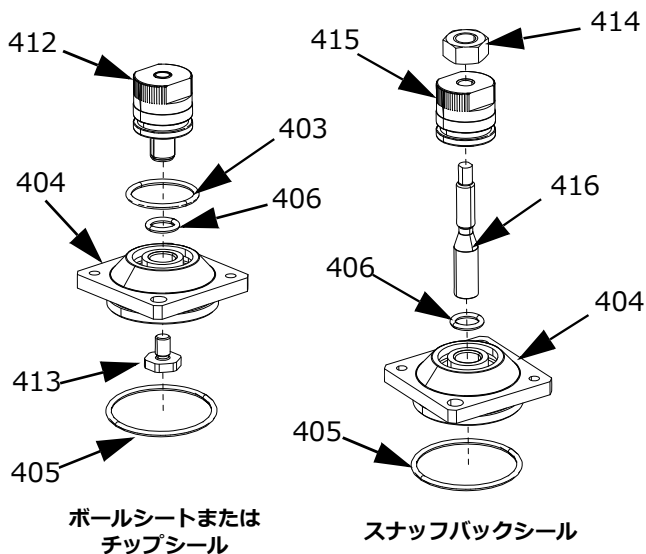
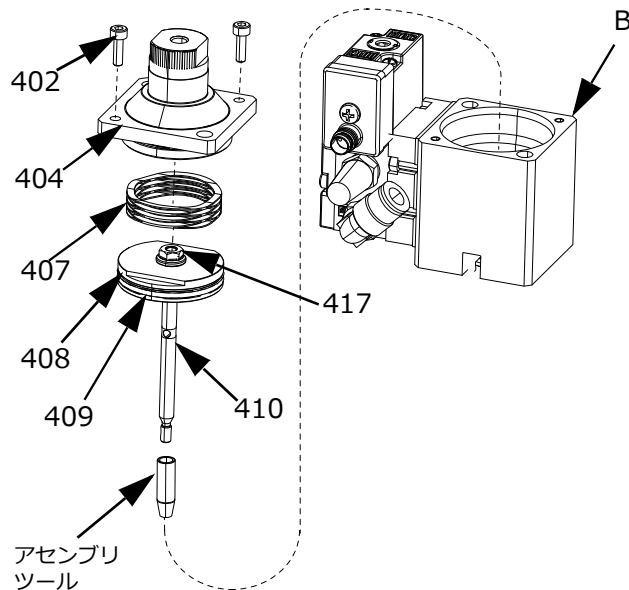

図 21
図 22
1. ボールシートまたはチップシールのアセンブリのあるバルブでエアシリンダーキャップ (404) のアセンブリを行うには：
- a. O リング (403) をノブアセンブリ (412) に取付けます。O リング (406) をエアシリンダーキャップ (404) に取付けます。図 21。
- b. ノブアセンブリ (412) の O リング (403) にグリースを塗って、エアシリンダーキャップ (404) にネジで固定します。図 21。
- c. 付属の青い嫌気性接着剤をアジャスターストレッド (413) に塗布し、ノブアセンブリ (412) にねじ込みます。8-10 in-lbs (0.90 - 1.2 N•m) のトルクで締めます 図 21。
2. スナッフバックチップアセンブリのあるバルブでエアシリンダーキャップ (404) のアセンブリを行うには：
- a. O リング (406) をエアシリンダーキャップ (404) に取付けます。ロッドアダプタ (416) をエアシリンダーキャップ (404) に挿入してください。図 21。
- b. O リング (405) をエアシリンダーキャップ (404) に取付けます。図 21。
- c. ノブアセンブリ (415) とロックナット (414) をロッドアダプタ (416) ヘネジで留めます。図 21。
3. ボールシートまたはチップシールのアセンブリのあるバルブでエアセクション (B) のアセンブリを行うには：
- a. ひっかき傷、カット、摩耗がある場合、ピストン O リング (408) を交換してください。図 22。
- b. ピストンロッド (410) のチップにアセンブリツールを施してから、エアセクション (B) を挿入してください。図 22。
- d. ピストン (409) の上部にスプリング (407) を取付けてください。図 22。エアシリンダーキャップ (404) を交換し、ネジ (402) を挿入してください。エアシリンダーキャップ (404) を下に押し、スプリング (407) を圧縮してください。8-10 インチポンド (0.90 - 1.12 N•m) のトルクで締めます。